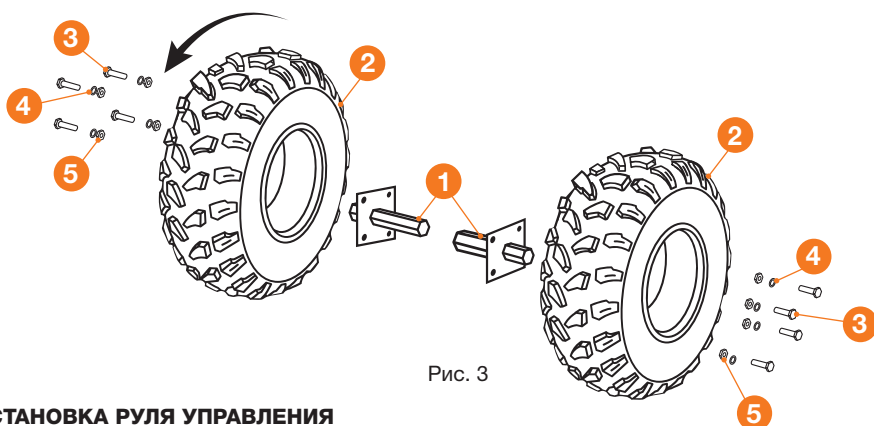

Рис. 3
- Установите на фланцы колесных осей – пневматические колеса (Рис. 3). Для этого необходимо приготовить: колесную ось – 2 шт. **1**; колесо левое – 1 шт. **2**; колесо правое – 1 шт. **2**; болт M10x20 – 8 шт. **3**; гровер M10 – 8 шт. **4**; гайка M10 – 8 шт. **5**.